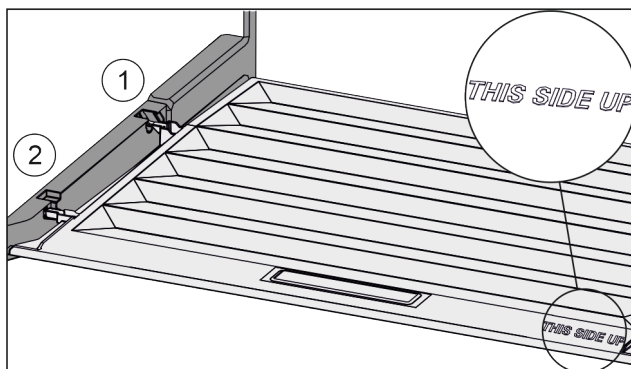

Fig. 138
- ▶ Robova predala vstavite nad odprtno zadnjega držala Fig. 138 (1), spredaj pa ju zataknete v držalo Fig. 138 (2).